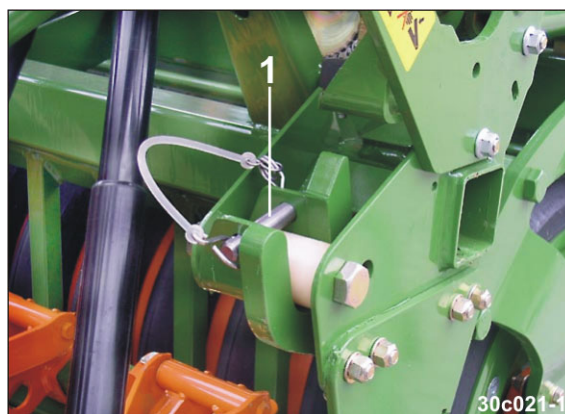

Рис. 120
12. Снимите оба стопорных пальца захватных крюков (Рис. 120/1).